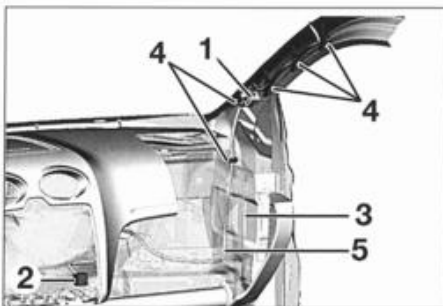

FIG. 74
- Sacar el conector (1) del cableado de techo (fig. 74).